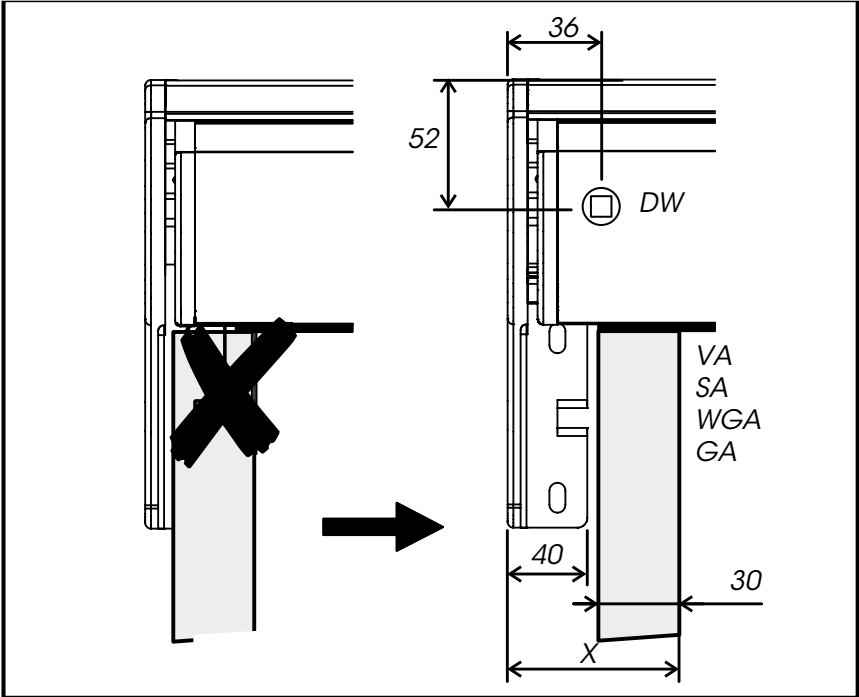

Abb. 8: Position der Arme
- Die Fallarme mit einem Ausfall von 900 mm und alle Gleitarme können aufgrund ihrer Armgeometrie (der vordere Arm ist etwa gleich lang wie der hintere) nicht an der unteren Seite unter den Seitenkonsolen, sondern neben den Seitenkonsolen der Markise montiert werden (siehe Abbildung 8).
- Montieren Sie die äußersten Arme und Bügel stets möglichst weit seitlich (siehe hierzu Tabelle unter Abb. 8). Verteilen Sie die restlichen Arme und Bügel gleichmäßig auf die Restbreite.